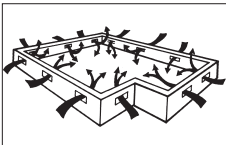

Figura 1
- Los sótanos bajos debe tener un mínimo de 18" (46 cm) desde el suelo a la parte inferior de las vigas. Es necesario cubrir el suelo con una película de polietileno negro de 6-20 mil que actuará como barrera de vapor, con las juntas espaciadas a seis pulgadas y pegadas con cinta adhesiva. El sótano bajo deberá tener una ventilación de perímetro igual al 1.5% de los pies cuadrados del sótano bajo, como mínimo. Estas aberturas de ventilación deberán estar debidamente ubicadas para promover la ventilación cruzada (Figura 1). De ser necesario, las normas locales prevalecerán.